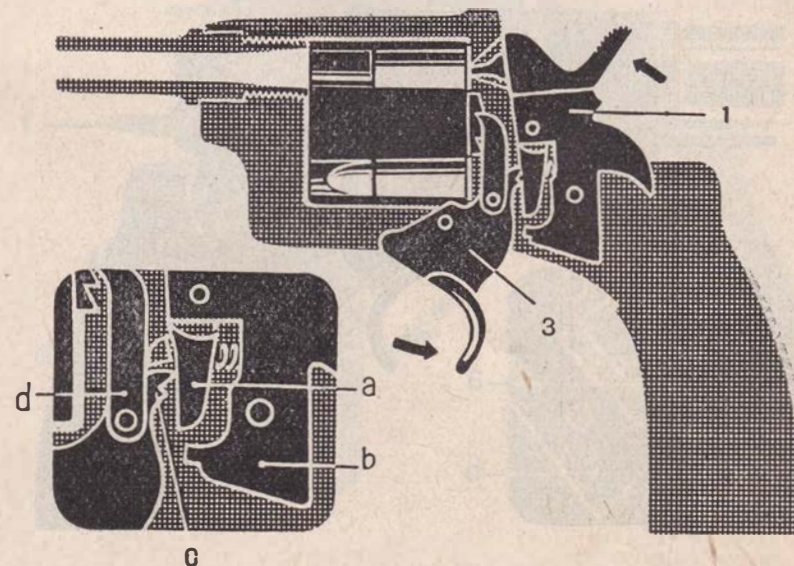

Fig. 8
La Fig. 8 montre ce qui se produit une fois le coup parti.
sion. Le poussoir (d) fait en même temps tourner le barillet (4) qui présente une nouvelle cartouche au percuteur. Lorsque la détente est pressée à fond, la gâchette (a) échappe au bec, ce qui libère le chien qui est projeté en avant par le ressort, et la cartouche est percutee (voir Fig. 8).